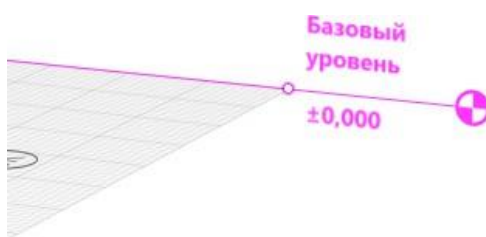

Рис. 1 Выделение Базового уровня
3. Выберем инструмент **Выбор объекта** . Щелкнем по обозначению **Базового уровня**. Он подсветится розовым и появится его характерная точка (рис. 1)